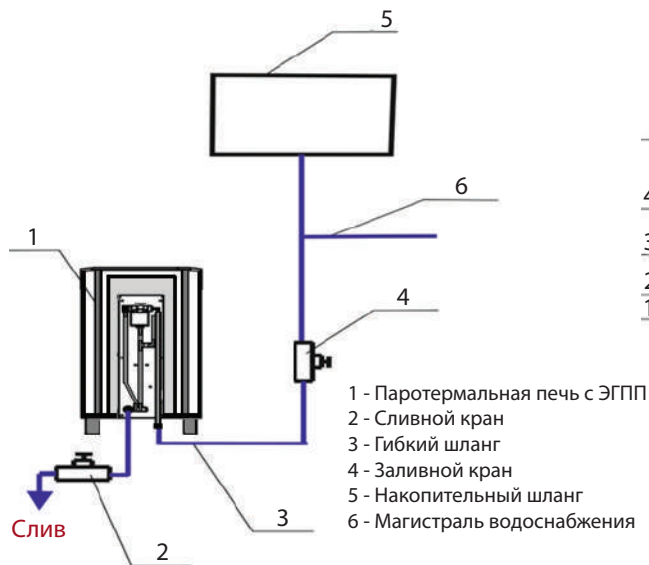

Рис. 4 Схема подключения ЭГПП при эксплуатации в автоматическом режиме заполнения водой
2.2.4 При организации заполнения Устройства водой подключить его с помощью гибкого шланга к водопроводной сети или накопительному баку, расположенному в смежном помещении. (См. рис. 4). В любом случае перед Устройством следует установить запорный кран (поз. 4, рис. 4). Установить кран слива воды (поз. 2, рис. 4), либо заглушить сливной штуцер резьбовой пробкой. Для предотвращения образования известковых отложений, значение жесткости воды должно находиться в диапазоне от 0,5° до 5°F. Рекомендуется использование специальной установки-деминерализатора (с обратным осмосом).
2.3.2.1 Закрывать сливной кран (поз. 2, рис. 4) и открыть заливной кран (поз. 4, рис. 4).
2.3.2.6 После окончания работы рекомендуется слить воду из системы. Для этого закрыть заливной кран (поз. 4, рис. 4) и открыть сливной кран (поз. 2, рис. 4). Дождаться полного слива воды из системы, выключить Устройство на пульте управления. Оставить краны в таком положении до следующего включения Устройства.